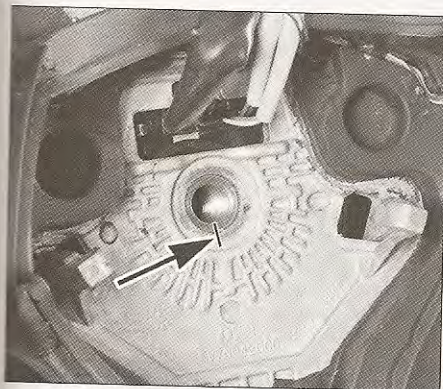

FIG. 2
- colocar el volante respetando las marcas de alineación (fig. 2).